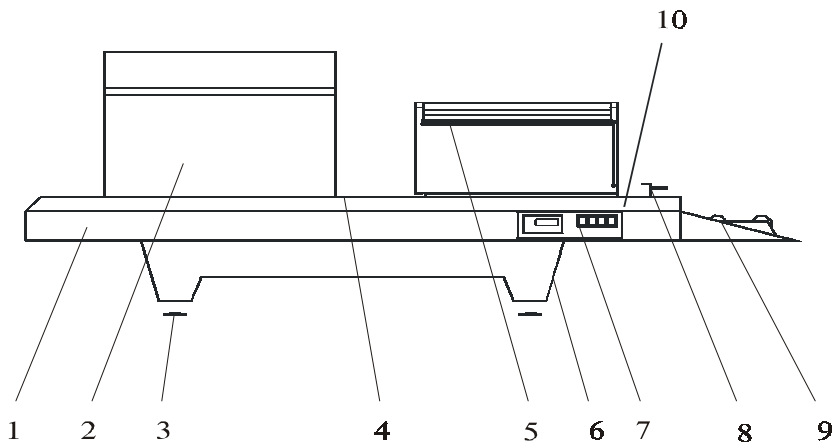

Рис. 1. Схема аппарата.
Термоусадочный упаковочный аппарат ТПЦ-370 (рис.1) представляет собой сборный металлический корпус 1, термоусадочной камерой 2, сваривающим и отрезающим рамным термоножом 5 и металлическим конвейером 4. К аппарату прилагается подставка для термопленки 6 с двумя параллельными валами, предназначенными для установки на них рулона пленки.
3. Далее, обеими руками необходимо плотно накрыть продукт в полурукаве подвижной рамой термоножа, (при этом загорается индикатор включения ножа «10», рис. 1).